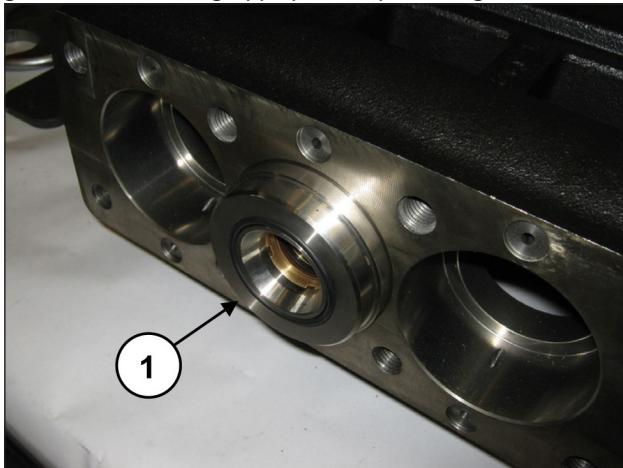

Fig. 172
Estrarre il gruppo supporto guarnizioni e l'attrezzo tampone. Rimuovere l'O-ring di fondo supporto guarnizione qualora rimanesse all'interno del carter pompa (pos. ①, Fig. 172).